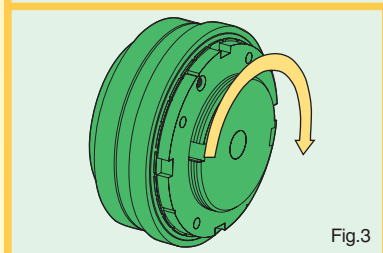
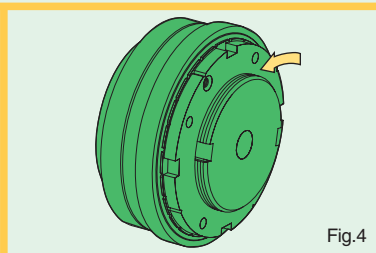
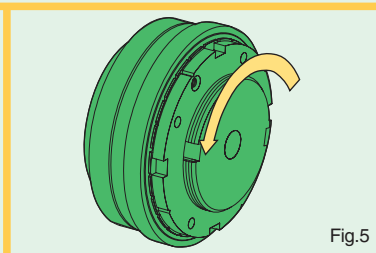
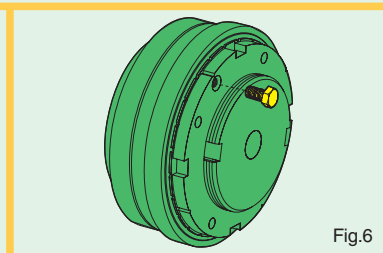

Fig.3
Fig.4
Fig.5
Fig.6
Inserire la chiave (A) nelle sedi (B) oppure la chiave (C) nei fori (D) e serrare la ghiera in senso orario fino a fine corsa (fig.3), quindi tornare indietro in senso antiorario (fig.4) di una tacca (E), per evitare il bloccaggio fra molla (6) e mozzo (1): questa è la "tacca zero" e corrisponde alla coppia minima.
A partire dalla tacca zero girare la ghiera in senso antiorario (fig.5) per il numero di tacche (E), corrispondenti alla coppia di intervento richiesta, come dal diagramma sull'etichetta adesiva (F) sull'esterno del limitatore ZBC - NBC. Avvitare la vite (8) nel foro filettato (G) della ghiera (7), in corrispondenza di un foro (H) sulla rosetta (10) ed eventualmente bloccarla con una goccia di Loctite morbida (fig.6).
Insert wrench (A) into the seats (B) or the wrench (C) into the holes (D) and turn the nut clockwise up to the end of the stroke (fig.3). Then go back anticlockwise (fig.4) for only one indent (E) to avoid the blocking between the disc springs (6) and the hub (1): this is the "zero indent", corresponding to the minimum torque. Starting from the "zero indent", turn the nut anticlockwise (fig.5) for a number of indents (E) corresponding to the requested disengagement torque, according to the diagram on the label (F) on the outer diameter of the ZBC - NBC torque limiter.
Put soft Loctite on the securing screw (8) and tighten it (fig.6) in the threaded hole (G) of the nut (7), in correspondence to one of the holes (H) on the locking washer (10).